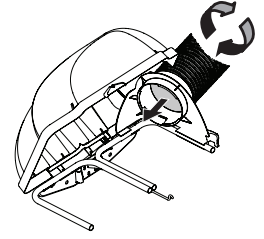

Figure 27
1. Vissez fermement l'extrémité supérieure du tuyau d'arrosage (764-05082) dans le support de la goulotte supérieure. Pour assurer un enfilage sûr, il y a deux languettes sur la partie intérieure du support de la goulotte supérieure. Consultez la Figure 27.